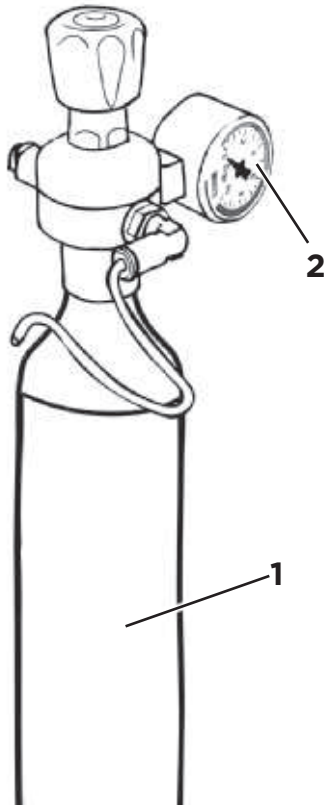

Abb. 20
Der CO2-Zylinder (Abb. 20/1) enthält CO2, das dem Wasser innerhalb des Systems zugesetzt werden kann. Auf diese Weise erhalten Sie bei entsprechendem Tastendruck kohlenstoffhaltiges Wasser. Das am CO2-Zylinder angebrachte Manometer (Abb. 20/2) zeigt den aktuell eingestellten CO2-Eingangsdruck.
1. Lesen Sie den Druck am Manometer des CO2-Druckminderers ab (Abb. 20/2).